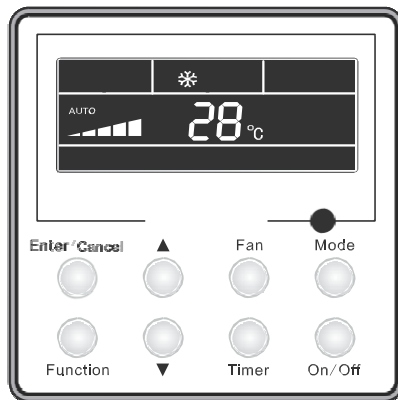

Fig.5 Unité ON
- ②. L'écran apparaissant sur la Fig.5 est celui qui est affiché lorsque l'unité est allumée après sa mise sous tension.